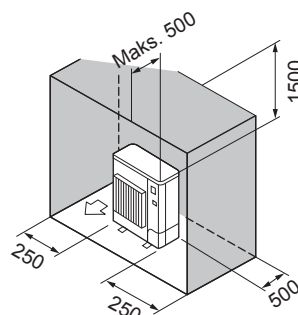

Fig. 2-7
- ⑥ Hindringer kun bak, på sidene og over (fig. 2-7)